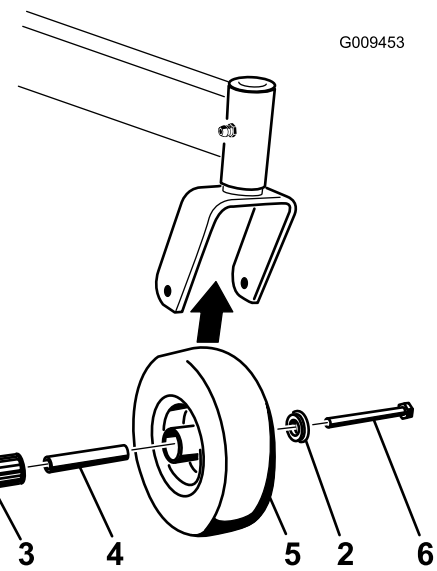

Bild 60
- Entfernen Sie die Sicherungsmutter und die Radschraube, mit denen das Laufrad an der Laufradgabel befestigt ist (Bild 60).
- Entfernen Sie eine Büchse und ziehen Sie dann die Steckbüchse sowie das Rollenlager aus der Radnabe heraus (Bild 60).
- Entfernen Sie die andere Büchse aus der Radnabe und entfernen Sie Fett- und Schmutzrückstände von der Nabe (Bild 60).
- Prüfen Sie das Rollenlager, die Büchsen, die Spannbüchse und die Innenseite der Radnabe auf Abnutzung. Tauschen Sie abgenutzte und beschädigte Teile aus (Bild 60).
- Stecken Sie zum Zusammenbauen eine Büchse in die Radnabe. Fetten Sie das Rollenlager und die Vierkantbüchse ein und schieben beide in die Radnabe. Stecken Sie die zweite Büchse in die Radnabe (Bild 60).
- Bringen Sie das Laufrad in der Laufradgabel an und befestigen Sie es mit der Radschraube und Sicherungsmutter. Ziehen Sie die Sicherungsmutter so weit fest, dass die Vierkantbüchse auf die Innenseite der Laufradgabeln trifft (Bild 60).